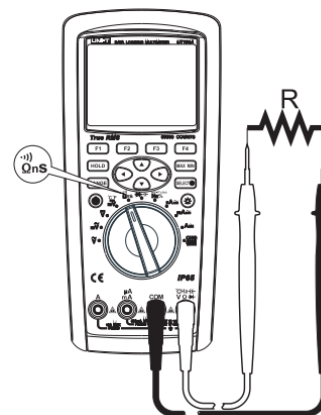

Рисунок 8
- 2) Установите переключатель в положение  $\Omega / nS / \bullet$ ), где  $\Omega$  — это стандартный режим измерения сопротивления (см. рисунок 8). Подсоедините щупы к обоим концам измеряемого элемента.